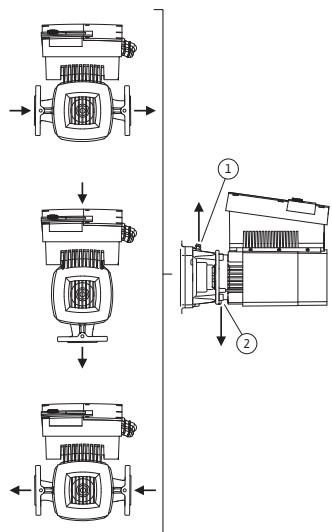

Fig. 23: Positions de montage autorisées avec arbre moteur horizontal
Les positions de montage autorisées avec arbre moteur horizontal et module électronique vers le haut (0°) sont représentées sur la fig. 23. Les positions de montage autorisées avec module électronique monté latéralement ($+/- 90^\circ$) ne sont pas représentées. Toute position de montage sauf « Module électronique vers le bas » (-180°) est autorisée. Le dégazage de la pompe n'est assuré que si la soupape d'échappement pointe vers le haut (fig. 23, pos. 1). Seule cette position (0°) permet d'éliminer de façon ciblée le condensat présent via un perçage présent, lanterne de pompe et moteur (fig. 23, pos. 2).
- En cas d'arbre moteur à l'horizontale, la position vers le bas de l'orifice de condensation est obligatoire (Fig. 23, Pos.2). Le cas échéant, il faut tourner le moteur en conséquence.